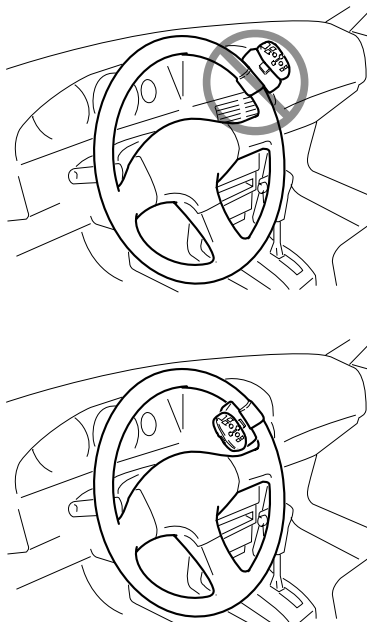

Fig. 7
- No instale esta unidad fuera de la circunferencia del volante. De otra manera, esto interrumpirá la estabilidad del manejo, causando un accidente de tráfico. Siempre instale esta unidad en el interior de la circunferencia del volante, tal como se indica. (Fig. 7)